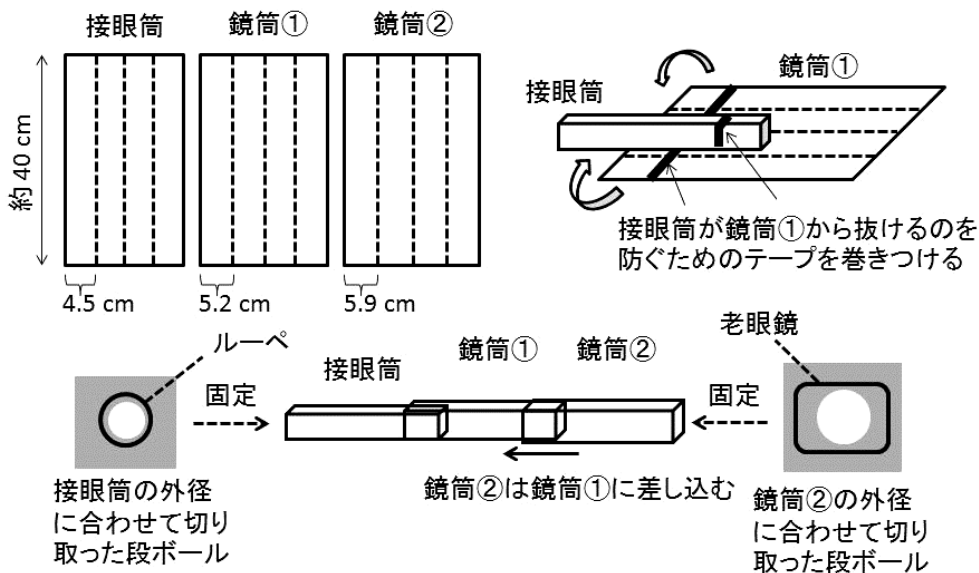

図1 鏡筒部の作製方法
鏡筒部の作製方法を図1に示す。鏡筒部は、段ボールを切り出して作製した外径の異なる鏡筒部①、②および接眼筒の3つの筒からなり、それらを組み合わせて作製する。ピントの調節は、接眼筒を鏡筒①内でスライドさせ
ることにより調整するが、接眼鏡が鏡筒①から抜け落ちないように、図1のようにガムテープを巻きつけておく。対物レンズとなる老眼鏡のレンズを老眼鏡から取り出し、鏡筒②の外径に合わせて切り取った、中央部に35 mm 大の穴を開けた段ボールに接着させる。接着